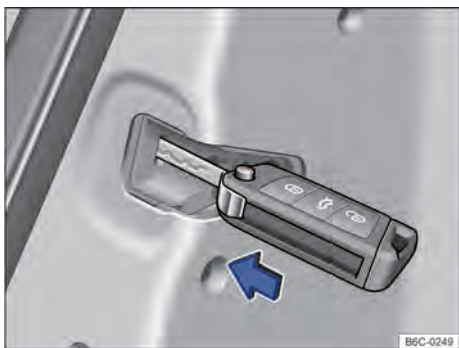

Fig. 56 En las puertas, delantera derecha y traseras: bloqueo de emergencia del vehículo con el paletón de la llave.
- Colocar el paletón de la llave en la entrecara de llave → fig. 56 y presionar.